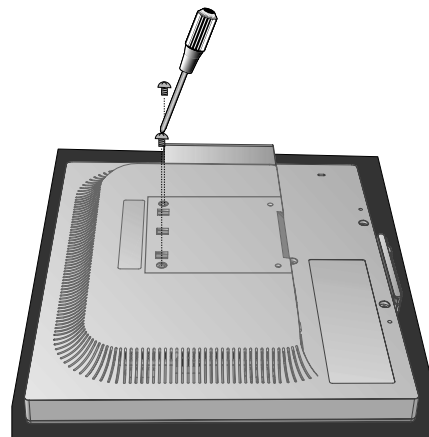

Рисунок S.4
6. Отверните 2 винта в верхней части монитора (**Рисунок S.4**) Теперь монитор готов к установке в другом положении.